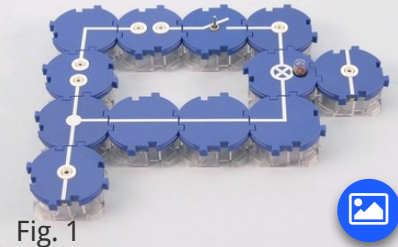

Fig. 1
- Construis l'expérience selon les figures 1 et 2. Tends le fil de fer (fusible) sur les doubles fiches à l'aide de pinces crocodiles. Les pinces crocodiles ne doivent pas se toucher.